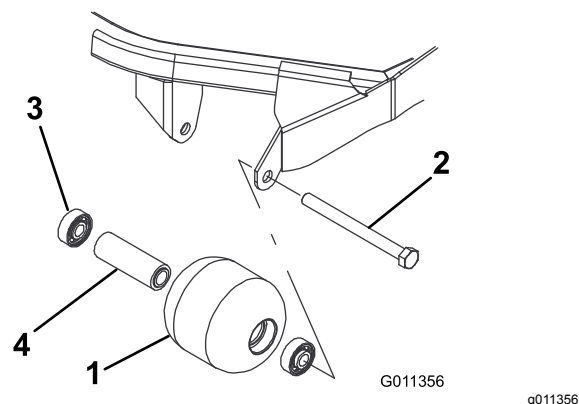

図 71
1. ローラ取り付けボルトを外す【図 71】。
4. ローラハウジング、ベアリング、ベアリングスペーサに破損がないか点検する【図 71】。破損している部品を交換し、組み立てを行う。
1. 第一のベアリングをローラハウジングに押し込む【図 71】。アウターレースのみを押すか、インナーレースとアウターレースを均等に押すかする。
2. スペーサを入れる【図 71】。
3. 第二のベアリングをローラハウジングに入れる【図 71】このときは、インナーレースがスペーサに接触するまで、インナーレースとアウターレースを均等に押す。